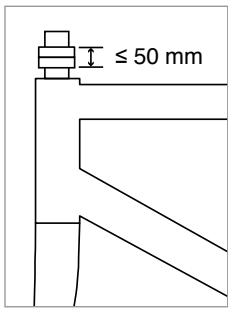

図 4
- ステアチューブにスペーサーを 1 つ以上追加し、スペーサースタックが 50 mm を超えないようにします (図 4)。